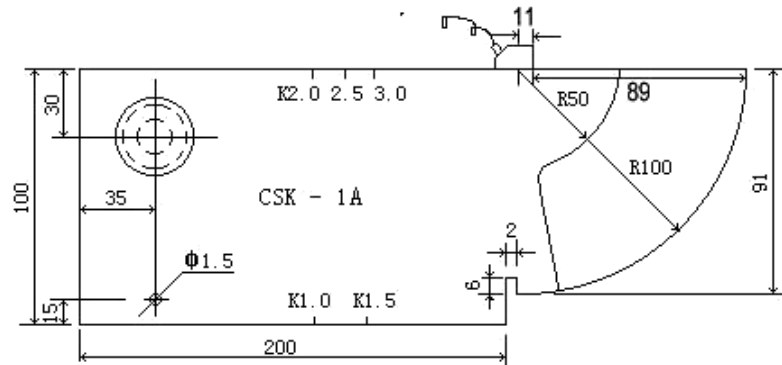
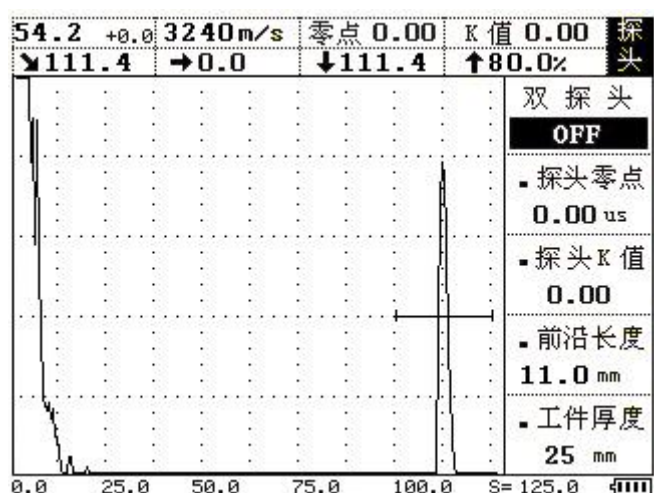

图 4-4
图 4-5
3、校准探头前沿：将探头放在试块上并移动，使得R100mm的圆弧面的反射体回波达到最高，用直尺量出探头前端面89mm，此时探头的前沿值为100-89=11mm。如图4-4所示，之后按 **探头** 键进入探头菜单，再用 **▲**（上）或 **▼**（下）键调整到探头前沿子菜单，再按 **◀**（左）或 **▶**（右）键将探头前沿值调为11mm，如图4-5。